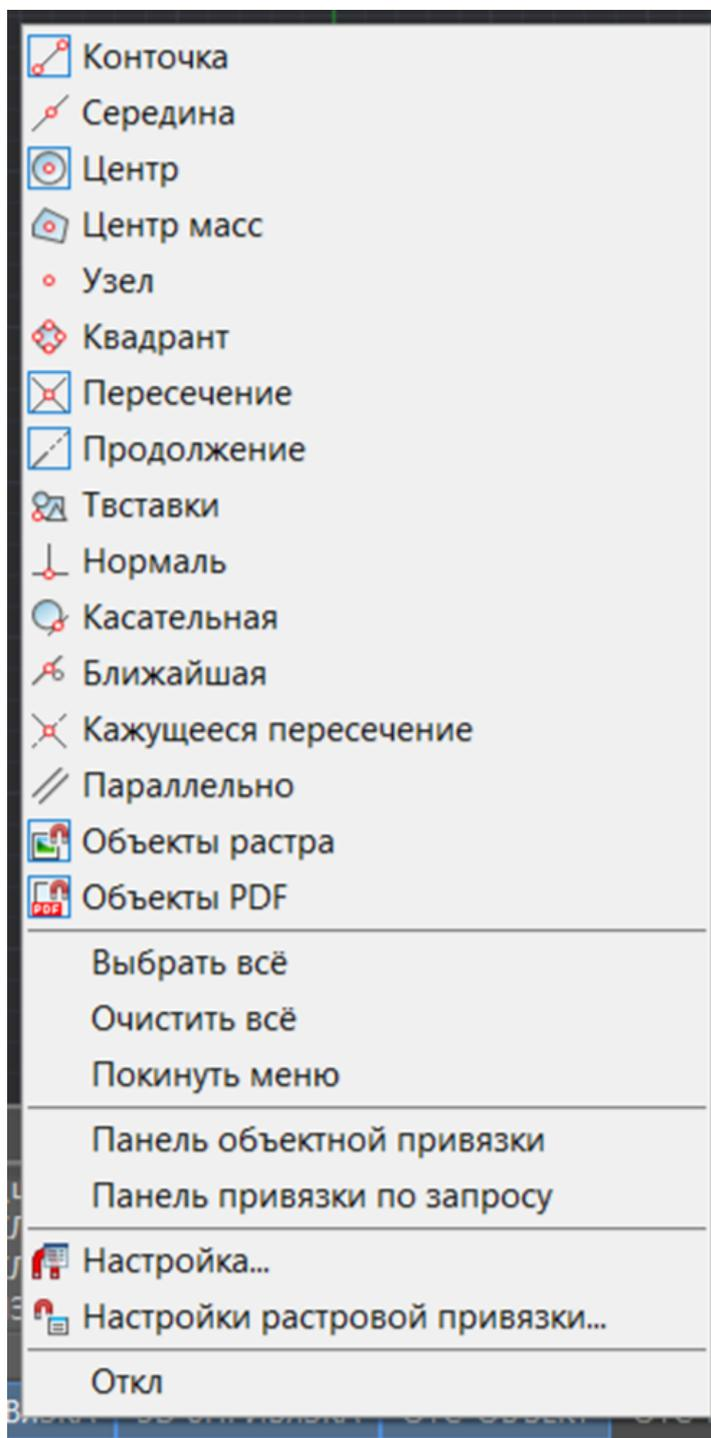

Рис. 2.32
2. Для активации режимов привязки необходимо открыть контекстное меню, щелкнув правой кнопкой мыши на кнопку ОПРИВЯЗКА, расположенную в строке состояния (рис. 2.32), и выбрать требуемые опции.